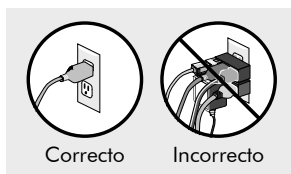

Figura 18
Los circuitos recargados con varios productos y que además estén contruidos con alambre de calibre menor a No 14 presentarán caídas de voltaje, que harán funcionar mal su refrigerador provocando fallas en el compresor con pérdida de la garantía por tal concepto. (Figura 18).
- No compartir el tomacorriente con otros equipos eléctricos. (Ver figura 18).